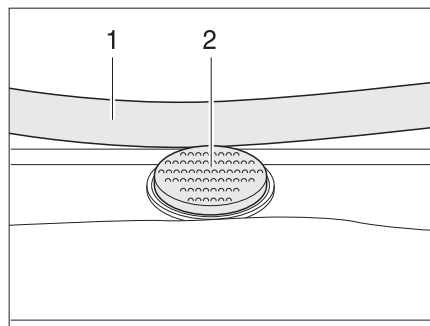

Fig. 29 Bouton de sûreté sur le lanterneau basculant
- Appuyer sur le bouton de sécurité (Figure 29,2) et tirer l'étrier (Figure 29,1) vers le bas avec les deux mains.
- Pousser l'étrier vers le haut avec les deux mains jusqu'à ce que ce dernier se trouve au-dessus du bouton de sûreté (Figure 29,2).